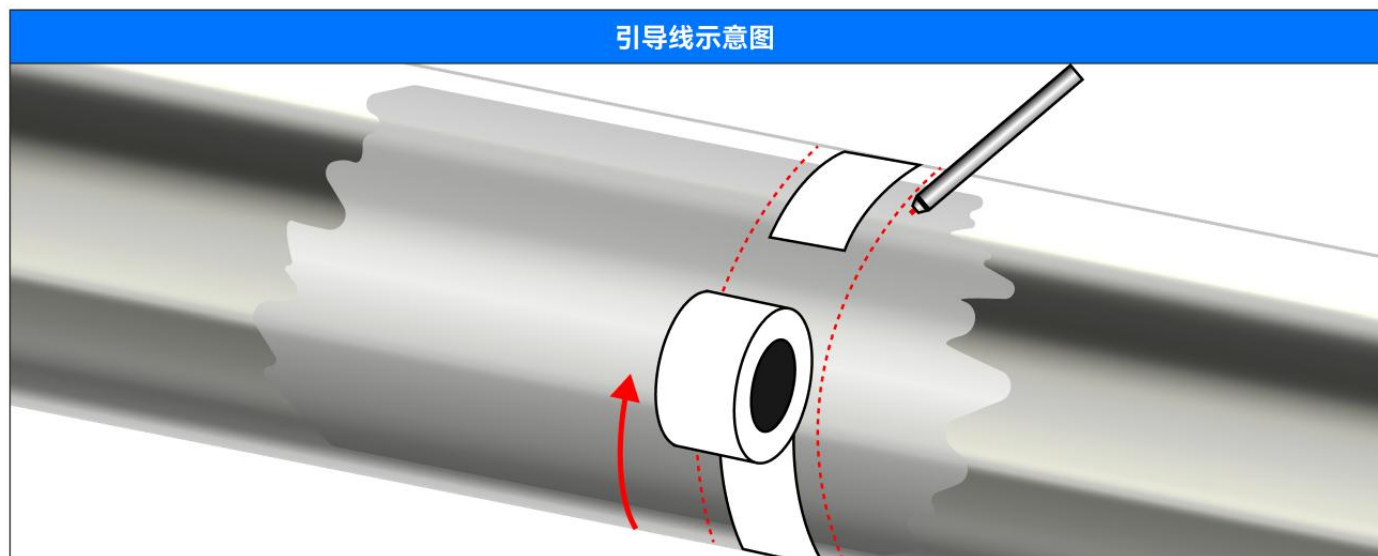

图3.15
5. 提供塑料带以帮助标记精确的圆周引导线。展开轴周围提供的塑料带。如果扭力计组件，则导向线需要与一个边缘对齐。如果在容器地板上准备了安装平台，则检查以确保引导线将允许扭力计组件与安装柱的位置对齐。注意确保塑料带平放，没有任何扭曲或碰撞。用胶带将塑料带的两端固定到轴上。使用钢笔沿带边缘在轴圆周围标记一条引导线，如图3.15。